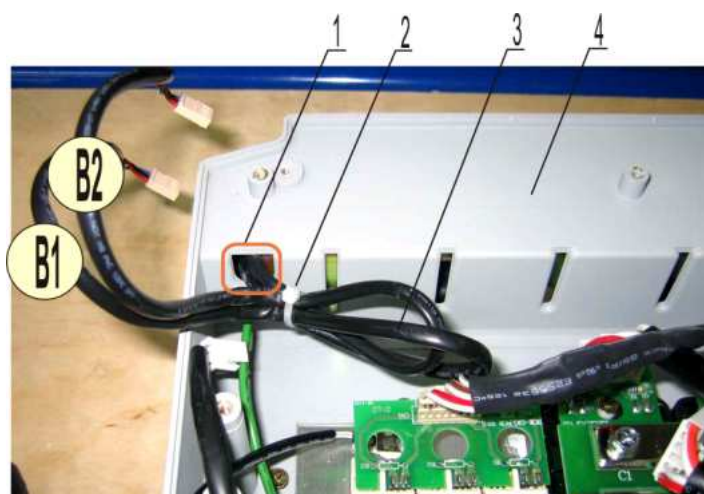

Рис. 7.23
7.12.4. Вытянуть жгуты вентиляторов из отверстия 1 (рис. 7.23). Уложить жгуты, как показано на рисунке и закрепить жгуты стяжкой 2 (рис. 7.23). Отрезать хвост стяжки у замка.